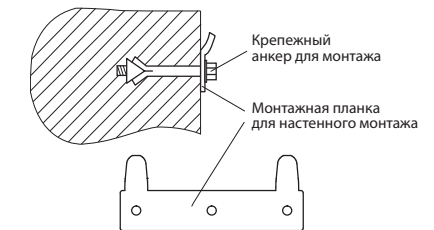

Рис. 5
2. После выбора места монтажа определите места под три анкерных болта. Прорежьте в стене три отверстия необходимой глубины с помощью сверла, соответствующего размеру крепежных болтов. Вставьте винты в монтажную планку для настенного крепежа, закрепите планку на стене, плотно затяните гайки, а затем установите на монтажную планку электрический водонагреватель. (см. рис. 5).